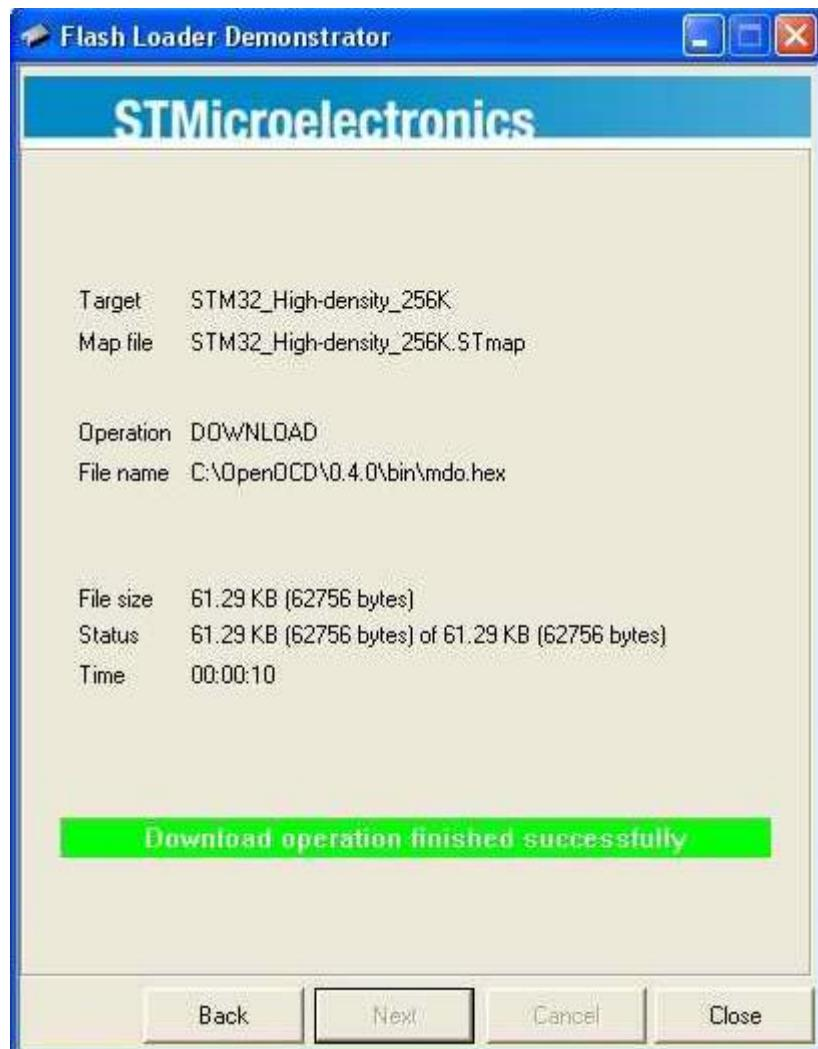

Рисунок 5.14 – Окно с сообщением об успешной записи обновления
6. В открывшемся окне будет отображен процесс загрузки файла с новой версией ПО в микроконтроллер. После завершения загрузки появится сообщение об успешном завершении прошивки (рисунок 5.14).